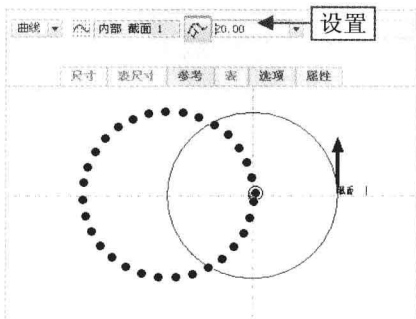

图 7-56 设置参数
Step 05 单击“关闭”面板中的“确定”按钮，完成截面绘制并退出草绘环境，在“输入阵列成员间的间距”数值框中输入 20，如图 7-56 所示。